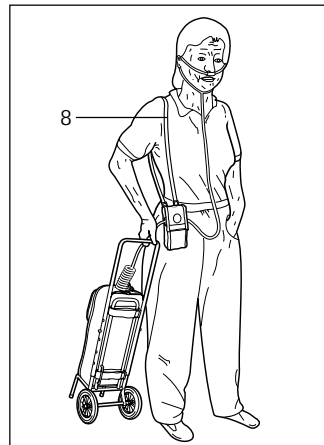

Abb. 13
- OXYTRON®2 aus der Tragetasche nehmen und mit dem Tragegurt (8) über die Schulter hängen (siehe Abb. 13).